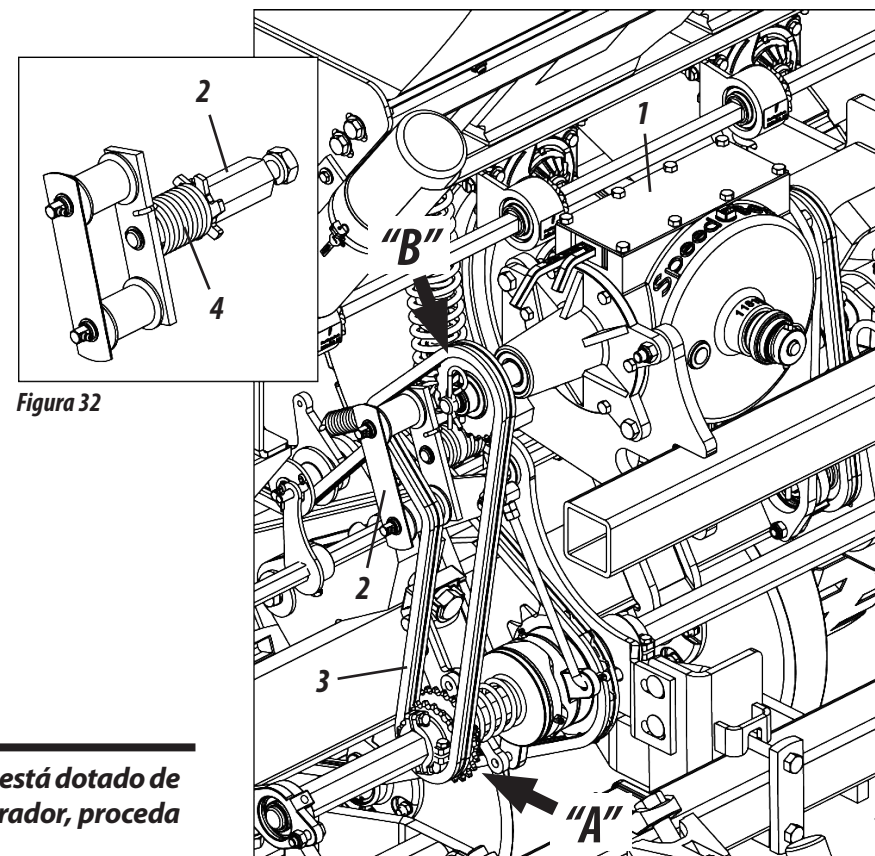

Figura 32
REGULADO PARA DISTRIBUCIÓN DE SEMILLAS (FIGURA 32)
El regulado de la semilla es hecho a través de la *Speed Box* (1). Para obtener más regulados efectúe la inversión de la cadena en el engranaje motor "A" y movido "B", conforme muestra la figura 32. Para hacer la inversión de la cadena en el engranaje, proceda de la siguiente forma:
- 1- Primero, gire el estirador (2), retirando la tensión de la corriente (3).
- 2- Después haga la inversión de la corriente (3) conforme la necesidad de trabajo.
- 3- Luego, suelte el estirador (2) liberando el mismo, retornando la tensión en la cadena (3).
Para conducir el fertilizante del distribuidor hasta el suelo, encaje los picos en grado (1) en las salidas del conductor fertisystem (2) a través de las presillas (3). Luego, coloque las mangas (4) en los picos en grado (1) a través de las presillas (5), **conforme muestra la figura 32.**